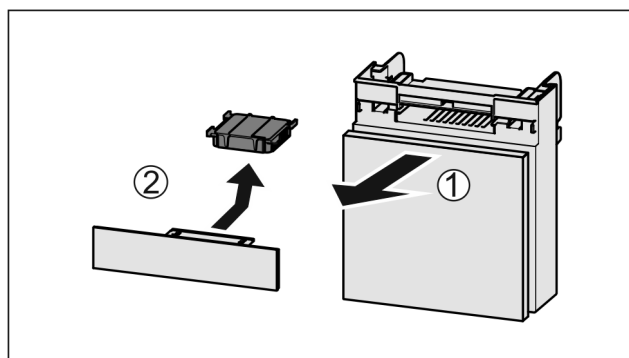

Fig. 34
- ▶ Predal izvlecite Fig. 34 (1) naprej.
- ▶ Odstranite Fig. 34 (2) aktivni ogljeni filter.